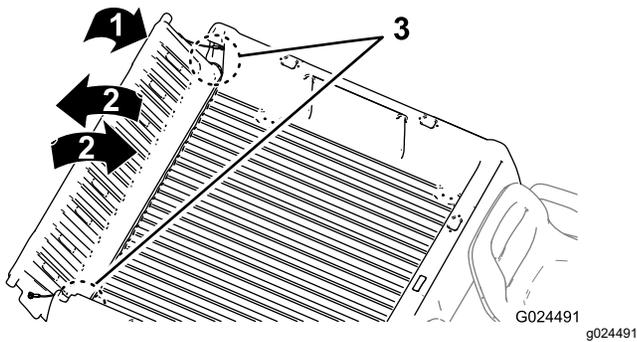

図 16
2. テールゲートを45°程度の角度にする 図 16。
3. この位置から、テールゲートを小刻みに前後に振るように数回往復させる 図 16。